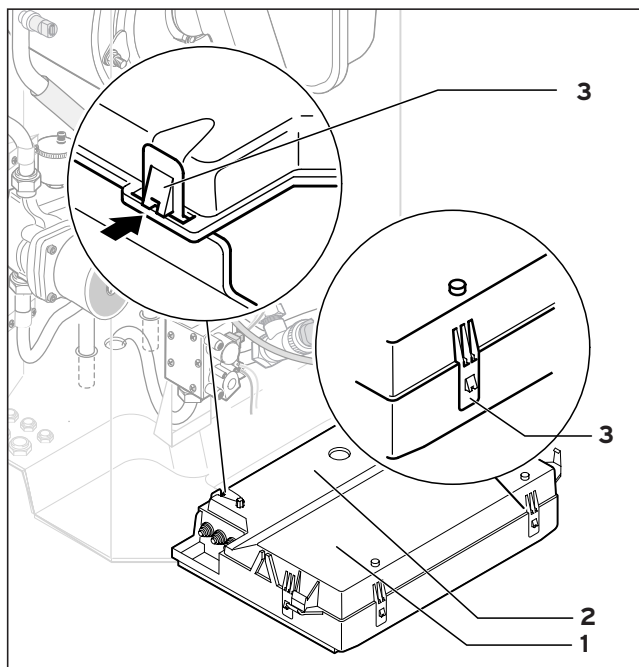

Fig. 4.6 Apertura della parte posteriore della morsettiera
- Rimuovere il rivestimento frontale dell'apparecchio e ribaltare in avanti il pannello comandi (1).
- Aprire le clip sui punti (3) del coperchio posteriore (2) del pannello comandi ed alzare il coperchio (vedi fig. 4.6).
- Sganciare il coperchio posteriore (2) della scatola comandi (1) nei punti (3) e ribaltare il coperchio verso l'alto (vedi fig. 4.6).